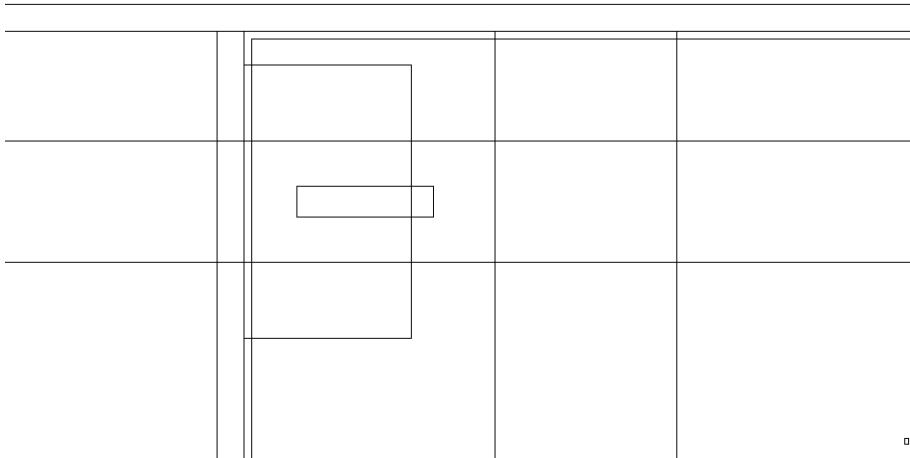

Рис. 5.54 ▼ Контур прямоугольной части плафонодержателя сформирован
11. Получив изображение, показанное на рис. 5.54, продолжите использовать инструмент **Сопряжение** (Fillet) для сопряжения оставшихся четырех линий, образующих прямоугольную часть плафона.